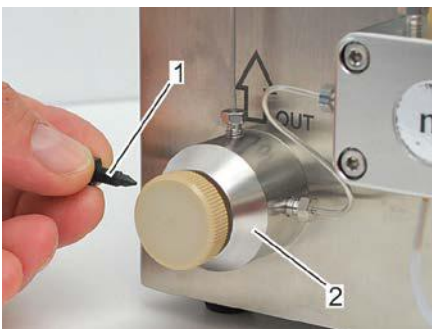

Abb. 22: Verschlussrändelschraube
1. Verschlussrändelschraube (Abb. 22/1) aus der Druckventileinheit (Abb. 22/2) herausschrauben.